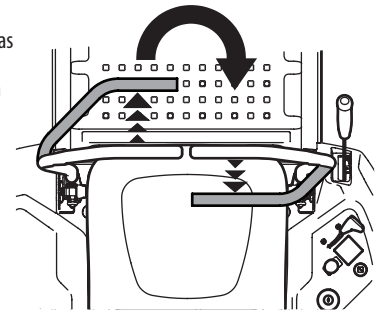

Figura 33
2. Para girar en el sentido de las agujas del reloj, mueva la palanca de control de la transmisión izquierda hacia adelante mientras mueve simultáneamente la palanca de control de la transmisión derecha hacia atrás. Consulte la Figura 33.